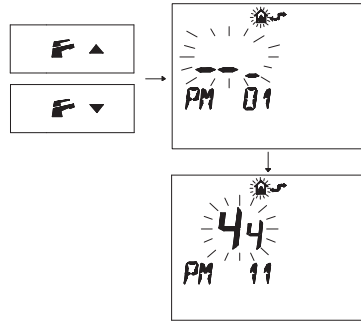

Fig. 5.76
- Premere i pulsanti **F**▼ o **F**▲ per visualizzare la programmazione "PM11" della postcircolazione pompa (Fig. 5.76).